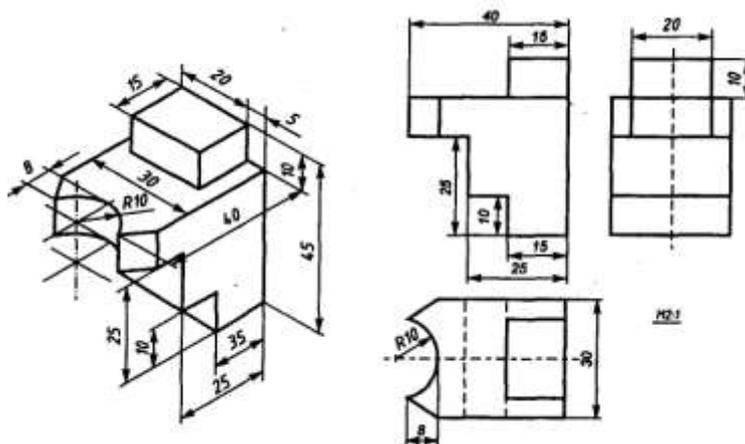
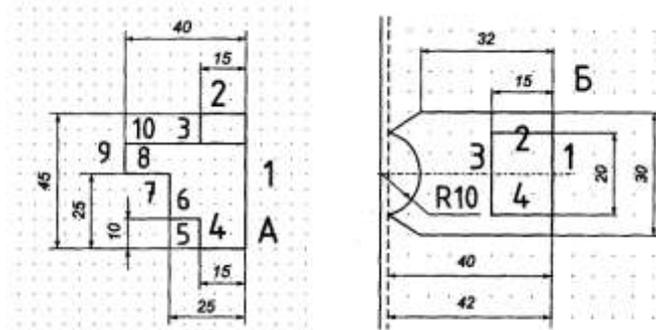

Рисунок 37 – Чертеж детали
Рисунок 38
ЗАДАНИЕ 1. Выполнить чертеж детали в трех проекциях, при построении использовать сетку (рис.37). Масштаб 2:1.
11. Зафиксируйте с помощью ЛКМ первую точку отрезка на пересечении вспомогательных прямых (точка А рис.38) и начните построение отрезка длиной 45мм, отсчитывая 9 узлов сетки от точки А с помощью кнопки **вверх** на клавиатуре.
13. Повторяем пп.10-12 для других отрезков (см. рис.38). Стрелки – это соответствующие кнопки на клавиатуре.
14. Для завершения вида спереди необходимо построить вид сверху. Отступаем от точки А (рис.37) 8 узлов сетки вниз – это правая верхняя точка вида сверху (рис.38, точка Б).